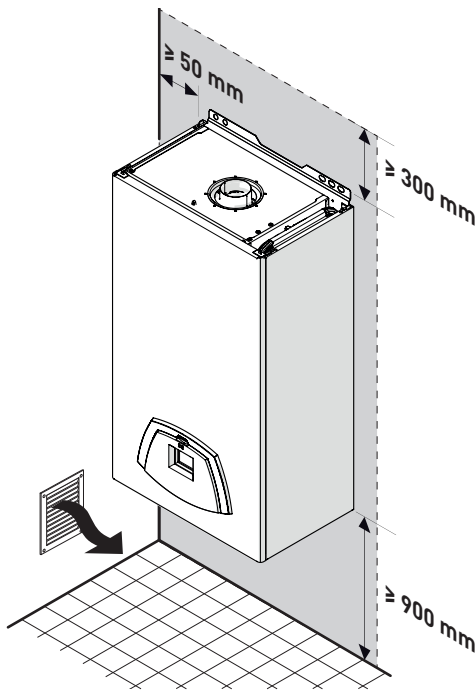

Рис. 19
- При монтаже необходимо учесть расстояния, необходимые для доступа к устройствам безопасности/регулировки и выполнения работ по техническому обслуживанию (см. Рис. 19).